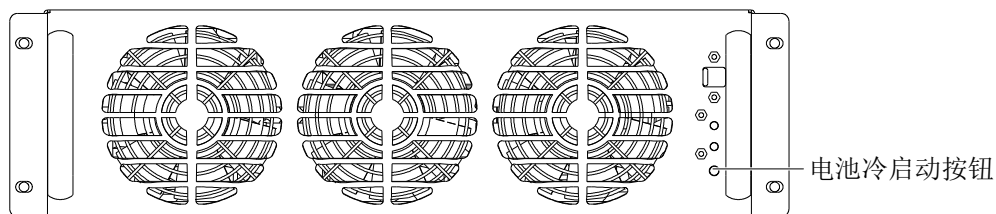

图5-7 电池冷启动按钮
2. 电池开关闭合 30 秒后，按任一功率组件的电池冷启动按钮（位置见图 5-7）。